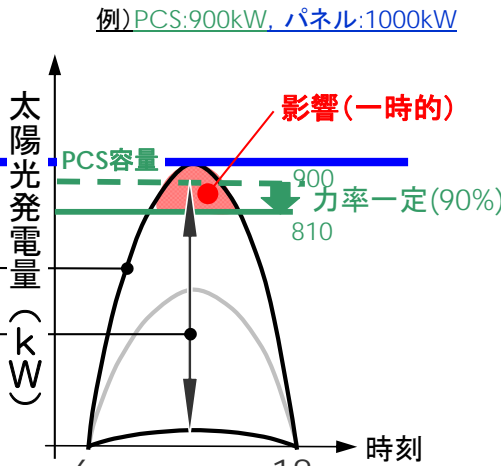

図2 1日の発電量イメージ図
(2) PCS容量 × 0.9 < パネル容量の場合(図2)